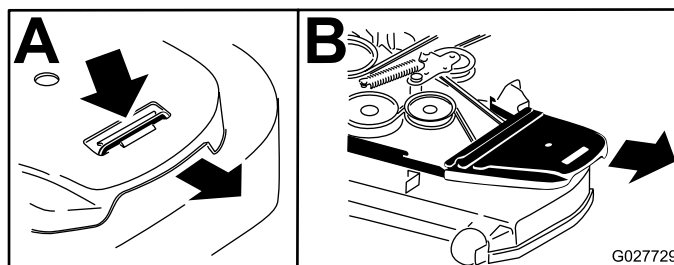

Figura 60
7. Rimuovete i copricinghia (Figura 60).